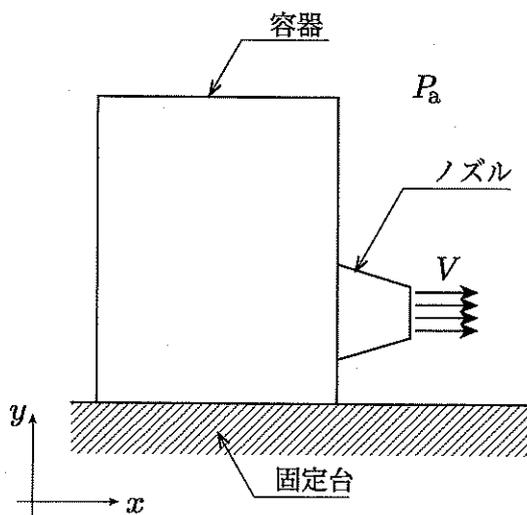
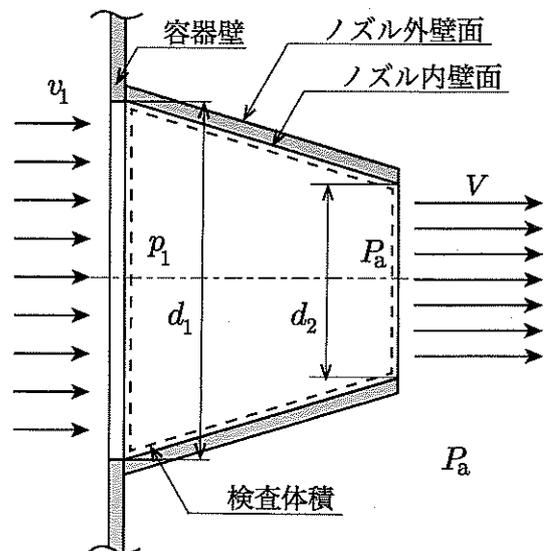

図1
図2
図1のように、 $x$  軸に平行な固定台面上に容器が固定されている。容器は非粘性・非圧縮性流体で満たされており、容器に接合された軸対称収縮ノズルから流体が流出している。容器容積は十分に大きいため定常流れが実現されている。 $x$  軸に平行な対称軸を含むノズルの断面を図2に示す。収縮ノズルは円断面を有しており、ノズル入口内径は  $d_1$ 、ノズル出口内径は  $d_2$  である。容器は大気圧  $P_a$  中にあり、ノズル出口での速度と圧力は  $V$  と  $P_a$  である。対称軸に垂直な各断面内で速度と圧力は一様であり、流体密度  $\rho$  は一定であり、ノズル壁厚はノズル内径に比べて十分に小さいと仮定し、以下の問いに答えなさい。なお、全ての損失と重力の影響は無視してよい。
- (5) 図2の破線で示すようにノズル内壁面に沿う検査体積をとる。検査体積内の流体に作用する力のつり合いの式と(4)で得られた結果を用いて、 $F_N$  の大きさと向きを求めなさい。